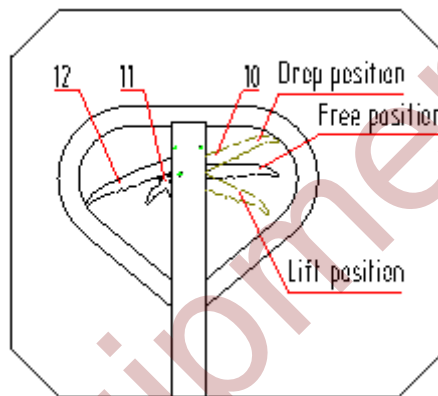

Fig.5
- 4.1 Une fois le chariot assemblé, essayez de faire basculer la poignée et d'actionner le bouton de commande 1 0 dans différentes positions pour examiner le levage, la position libre et la position de descente, et vérifiez si les différentes positions sont normales. Voir fig. 5.
- 5.3 Voir la figure 5. Lorsque la poignée 10 est placée en position de levage, le chariot est en position de levage. À ce moment, il suffit de tourner la poignée pour soulever le chariot.
- 5.4 Voir la figure 5. Lorsque la poignée 10 est en position libre, le chariot se déplace. À ce moment, si vous actionnez la poignée, le chariot ne se soulèvera ni ne s'abaissera. Vous pouvez alors l'utiliser pour déplacer la cargaison.
- 5.5 Voir fig. 5, lorsque le bouton manuel 10 est placé sur
- 5.6 Voir fig. 5, lorsque le bouton manuel 12 est placé, le chariot sera en état de marche libre.
- 5.7 Voir fig. 5, lorsque le bouton manuel 12 est placé au-dessus, le chariot sera en état de freinage.
- 5.8 Voir fig. 5, le bouton manuel 11 est utilisé pour desserrer le frein.